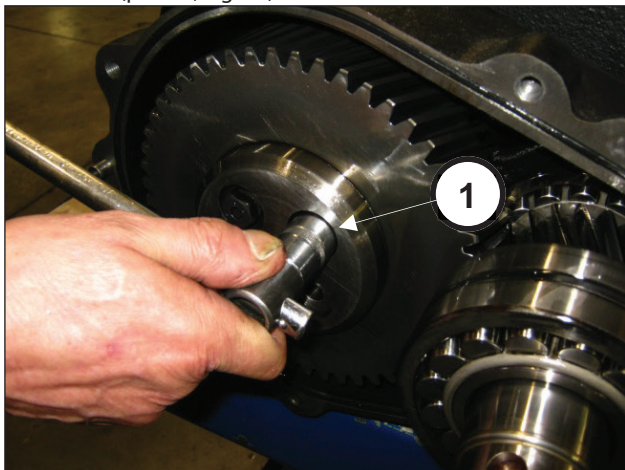
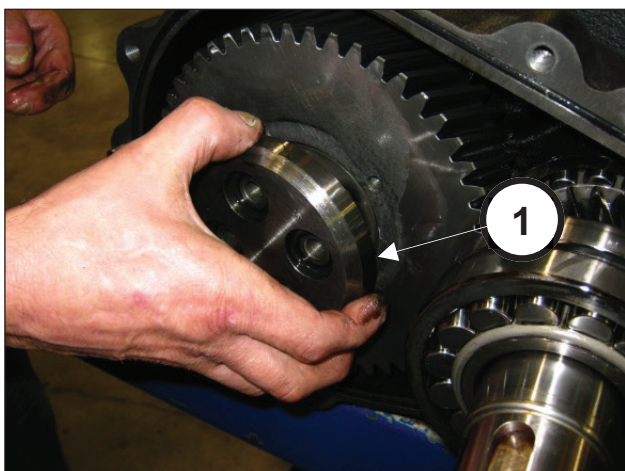

Fig. 10
Fig. 11
Ad operazione terminata rimuovere il coperchio riduttore. Svitare le viti che fissano il fermo corona (pos. ①, Fig. 10) e rimuoverlo (pos. ①, Fig. 11).